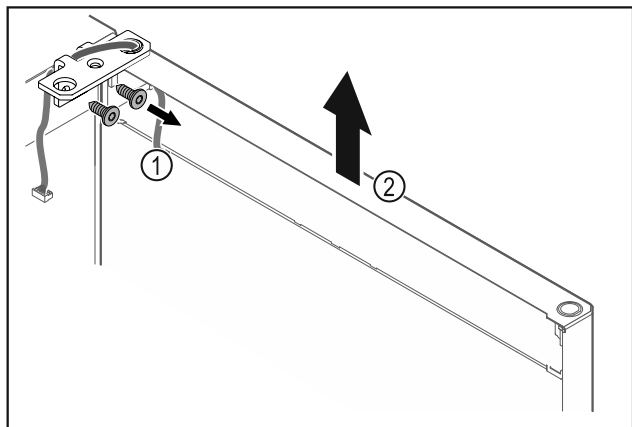

Fig. 12
- Svitare la cerniera angolare Fig. 12 (1).
- Sollevare la porta con la cerniera angolare Fig. 12 (2) di ca. 200 mm verso l'alto in senso orizzontale e rimuoverla.